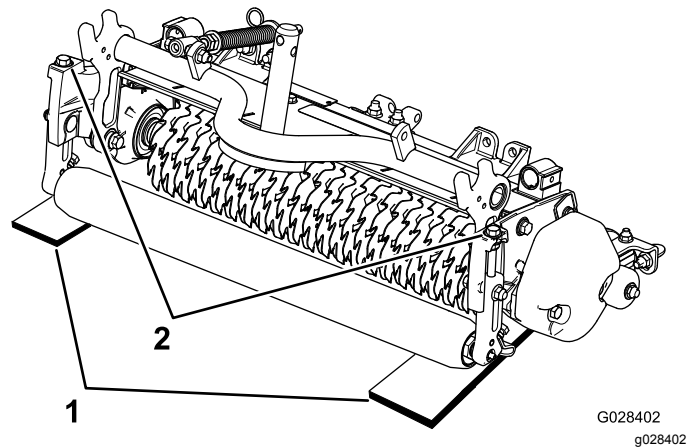

Figure 10
2. Placez 2 jauges de profondeur, correspondant à la profondeur voulue de pénétration des lames dans le sol, sous les rouleaux avant et arrière du cylindre de verticutting (une à chaque extrémité du cylindre) (Figure 10).
3. Tournez le boulon de réglage sur chaque support de hauteur de coupe (Figure 10) afin que les lames du verticutter touchent la surface plane à chaque extrémité.